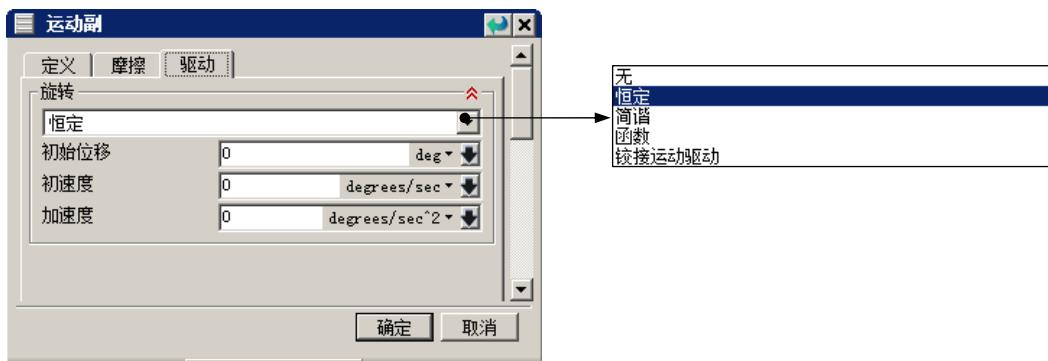
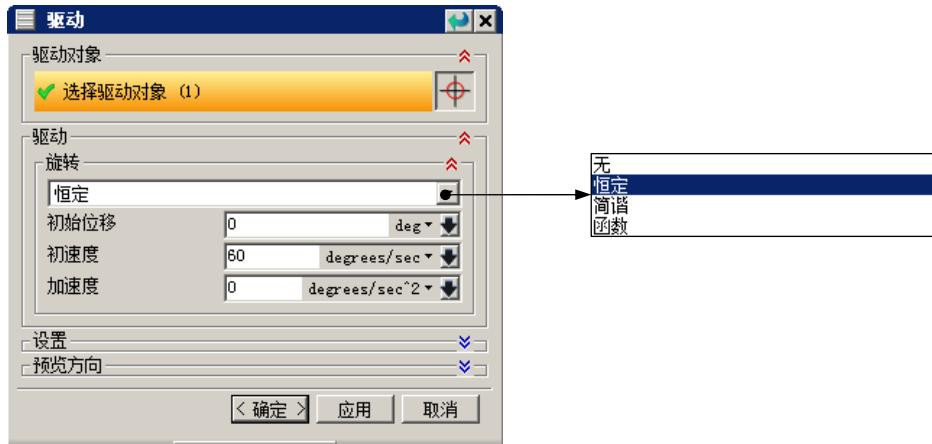

图 7.1.1 “驱动”选项卡
图 7.1.2 “驱动”对话框
驱动可以在创建运动副时在“运动副”对话框的**驱动**选项卡中（图 7.1.1）进行定义；也可以在运动副创建完成后，选择下拉菜单**插入 (I) → 驱动体 (V)...**命令，在“驱动”对话框中（图 7.1.2）进行定义。